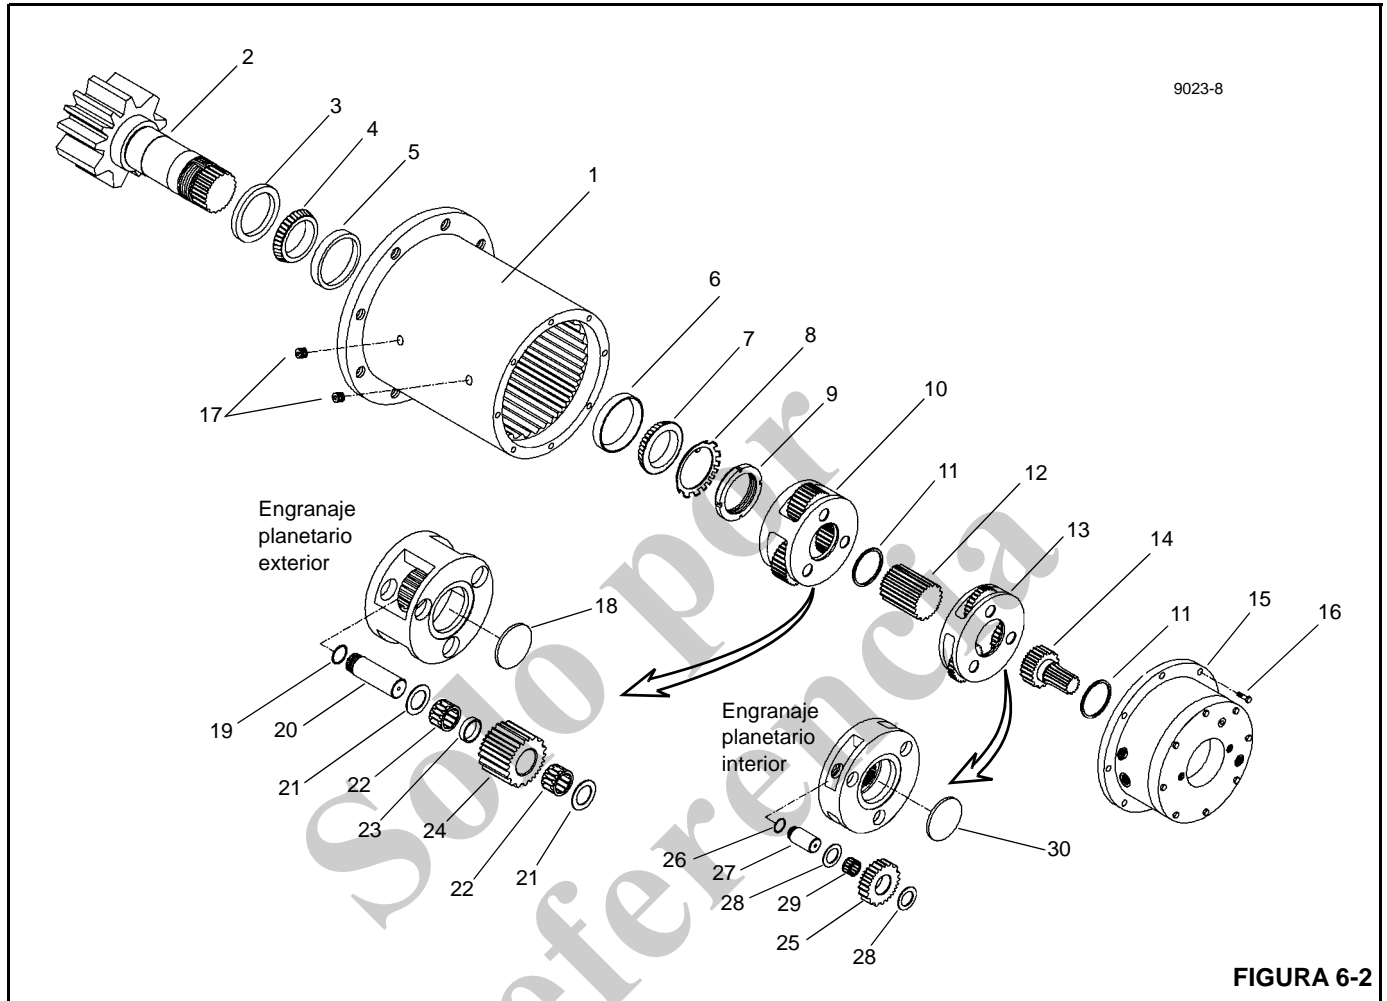

FIGURA 6-2
Si el mecanismo de giro necesita reparación, consulte la Figura 6-2 para ver el procedimiento de desarmado y armado.
- Contratuerca (9, Figura 6-2) y arandela de seguridad (8)
Vea la Figura 6-2 para el procedimiento siguiente.